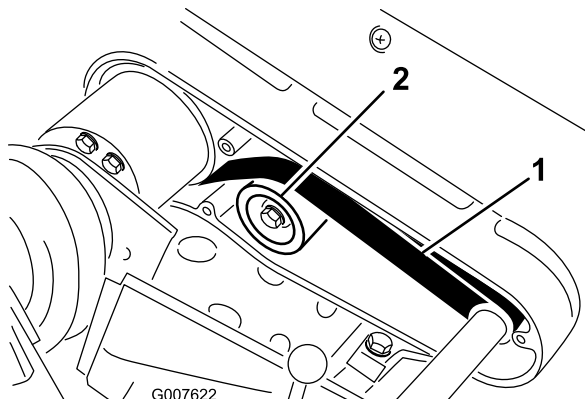

图39
2. 使用 22~26N 的作用力按压两个皮带轮（图39）中间位置的皮带，检查皮带的张紧力。
- A. 松开怠轮皮带轮安装螺母，并紧贴着皮带背面顺时针旋转怠轮皮带轮，直至达到所需的皮带张紧力（图39）。